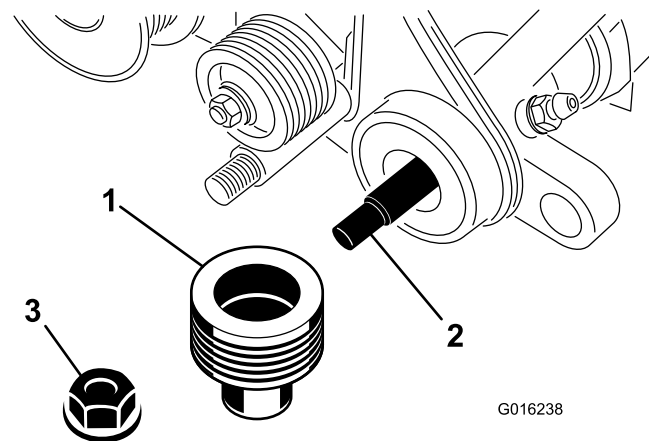

Figura 31
6. Togliete il dado di bloccaggio flangiato che fissa la puleggia condotta all'estremità dell'albero grooming (Figura 31). Rimuovete la puleggia.